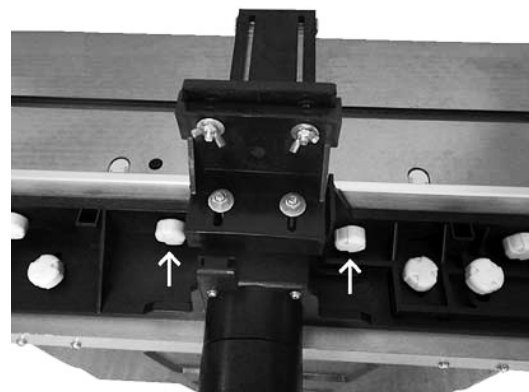

Abb. 10: Montage des Fräsanschlags
Schritt 3: Richten Sie den Fräsansschlag in der gewünschten Position aus und ziehen Sie die Kunststoffkopfmutter an (Fig. 10).